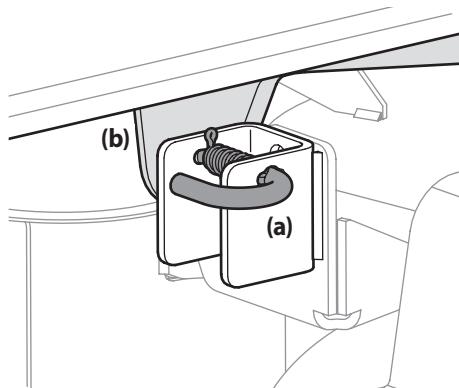

Figura 4-16
Ubique los pasadores de liberación (a) de la plataforma del lado izquierdo y del lado derecho que se encuentran a cada lado de la plataforma. Tire de los pasadores de liberación de la plataforma (a) hacia afuera y suelte la plataforma de los brazos de elevación (b) del lado derecho e izquierdo de la plataforma. Consulte la Figura 4-16.
- Tire de los pasadores de liberación de la plataforma hacia afuera y ubique la plataforma según sea necesario para alinear los orificios de los brazos de elevación de la plataforma con los pasadores. Consulte la Figura 4-16.